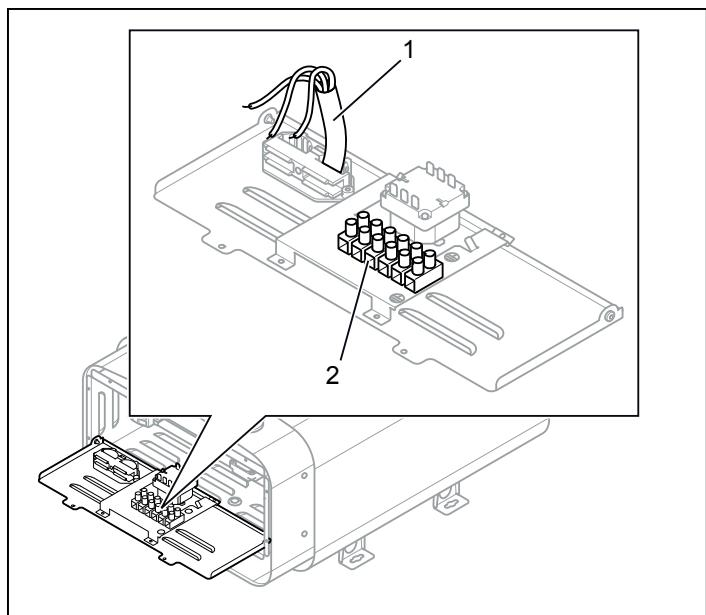

Rysunek 5: Otwieranie / zamknięcie pokrywy
2. Odkręcić wkręty i otworzyć pokrywę (patrz Rysunek 5).
4. Należy zamknąć pokrywę i przykręcić wkręty (patrz Rysunek 5).